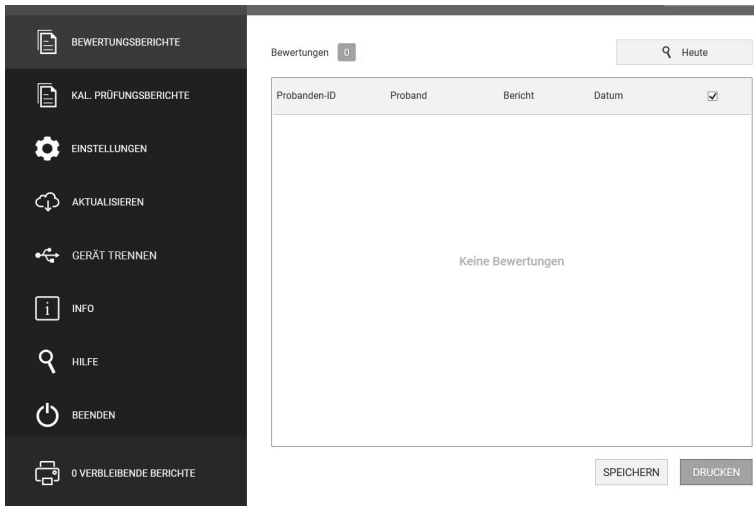

Abbildung 5.a
3. Device Studio sucht auf dem Gerät nach Bewertungen (siehe Abb. 5.a). Die verfügbaren Bewertungen werden auf dem Bildschirm angezeigt und können ausgewählt und gedruckt und/oder gespeichert werden (siehe Abb. 5.b).